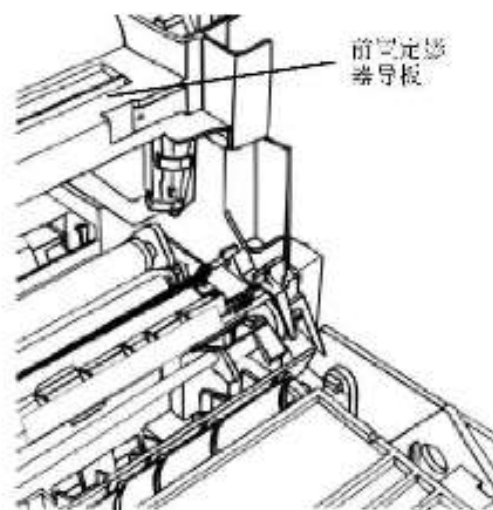

图1 前置定影器导板
- 将光洁的金属前置定影器导板(图1)。该导板在定影器组件下面。检查该导板是否光滑且无毛刺。一小块缺口或毛刺可能在纸张碰到它并跳过缺口或毛刺时造成副本图像模糊。如发现缺口或毛刺，尝试用细砂布弄平它。